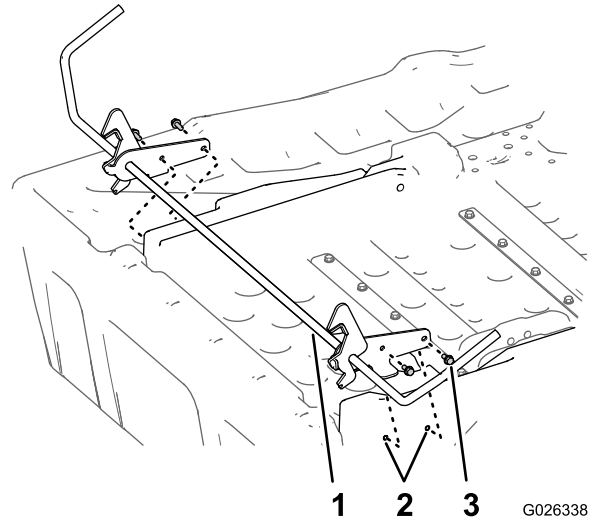

Figura 10
1. Alinee los taladros del conjunto de enganche del kit con los insertos roscados de la caja de carga nueva (Figura 10).
2. Conecte el enganche a la caja de carga con 4 pernos con arandela prensada (5/16 x 3/4 pulgada); consulte Figura 10.